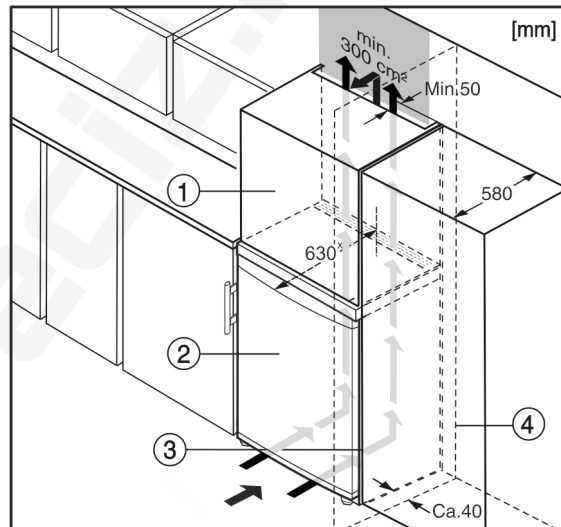

Fig. 10
(1) Rátétszekrény*
(2) Berendezés*
(3) Konyhaszekrény*
(4) Fal*
A készüléket körbe lehet építeni konyhaszekrényekkel. Rá lehet szerelni Fig. 10 (2) egy rátétszekrényt, hogy a készüléket a konyhabútorok magasságához Fig. 10 (1) igazítsa.
Ha (max. 580 mm mélységű) konyhaszekrényekkel építi körül, akkor a berendezést közvetlenül a konyhaszekrény Fig. 10 (3) mellett is felállíthatja. A készülék oldalirányban 34 mm*, a közepétől pedig 50 mm* távolságban nyúlik túl a konyhaszekrény előlapjához képest.*
Mikor a berendezést a csuklópántokkal egy fal *Fig. 10 (4)* mellett állítja fel, akkor a berendezés és a fal közti távolság legalább 40 mm legyen. Ez nyitott ajtó esetén megfelel a fogantyú túlnyúlásának.*